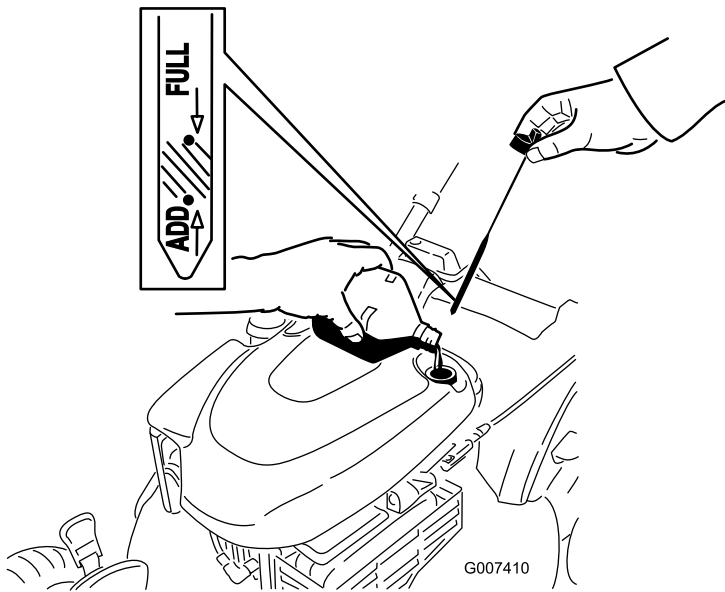

Bild 44
12. Nehmen Sie den Peilstab heraus und lesen den Ölstand ab, siehe Bild 44.